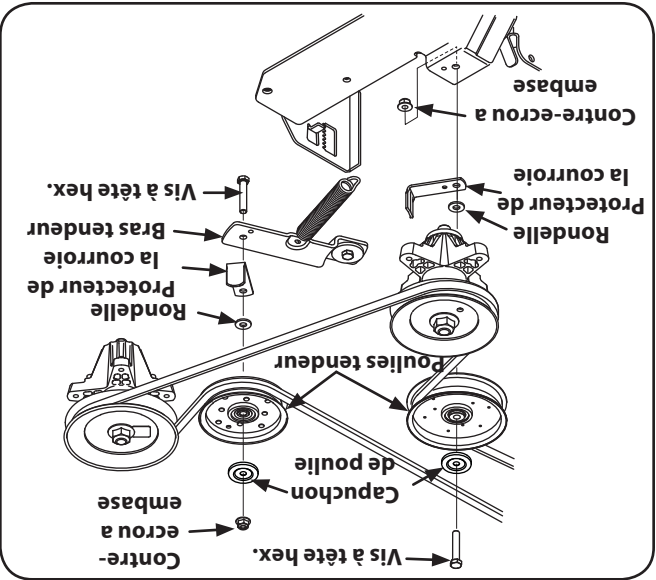

Figure 7-8
3. Démontez les deux poulies de tension en enlevant les vis hex. et les contre-écrous à bride qui les maintiennent sur le plateau de coupe et le bras de tension. Voir la Figure 7-8. Faites attention de ne pas perdre la boulonnerie en retirant la vis hex. et le contre-écrou à bride.